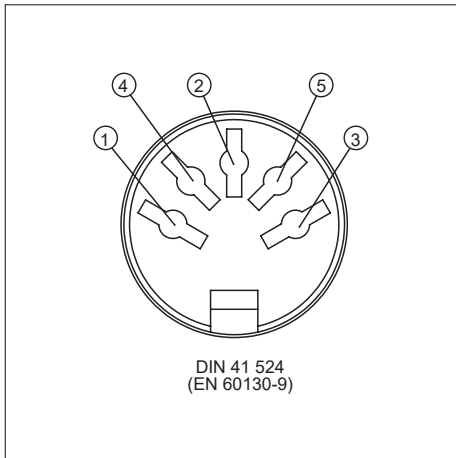

图 3 - 连接插孔分配
1. 将触发器插头插入到输入插孔 INPUT (B)。
3. 按照图 3 分配连接插孔。